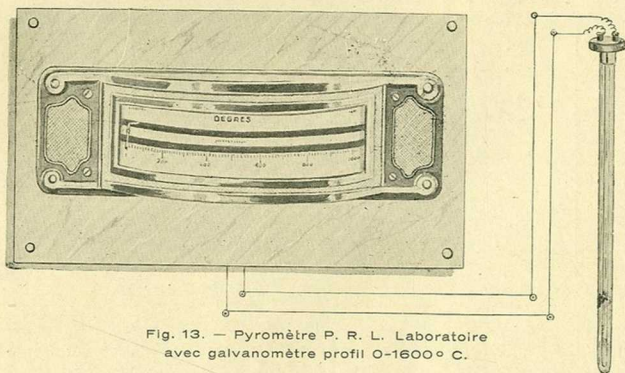

Fig. 13. — Pyromètre P. R. L. Laboratoire avec galvanomètre profil 0-1600° C.
B. Galvanomètre type profil de haute précision (fig. 13) en boîtier émaillé; haute résistance intérieure (150 ohms minimum) aiguille lamellaire, miroir de parallaxe, dispositif de réglage du zéro. L'exactitude des mesures est garantie à  $\pm$  ou  $- 0,5$  % près.